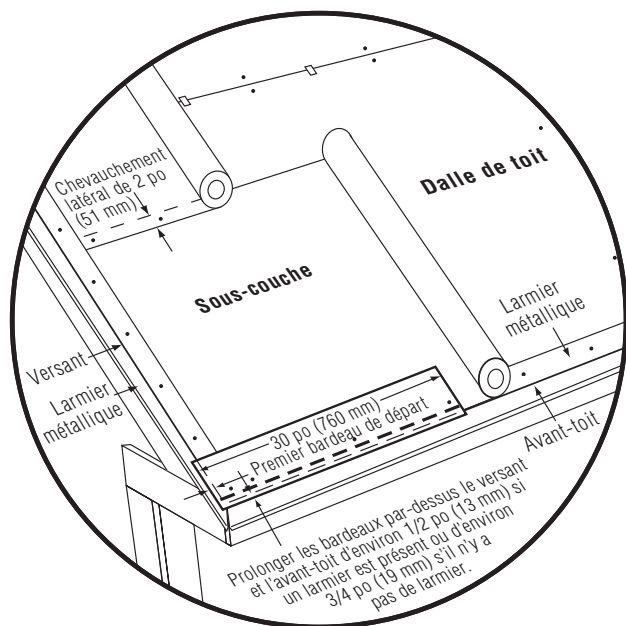

Figure 10-7 : Détail de la sous-couche, du premier bardeau de départ et du larmier pour une pente standard.
3. Continuer le rang de départ en posant des bardeaux entiers le long de l'avant-toit (figure 10-7).
2. Retrancher 5 po (127 mm) sur toute la largeur du premier bardeau du rang départ et poser la pièce de 31 po (790 mm) restante dans le coin inférieur gauche du toit. Si un larmier est utilisé, le bardeau doit dépasser du versant et de l'avant-toit sur la gauche de 1/2 po (13 mm). S'il n'y a pas de larmier, le bardeau doit dépasser de 3/4 po (19 mm) (*figure 10-7*).